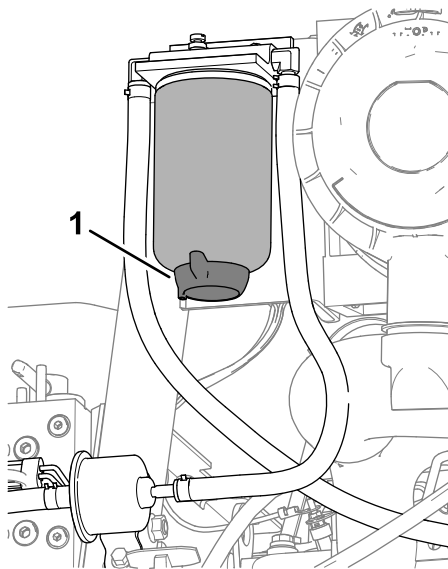

Figure 72
3. Placez un bac de vidange sous le filtre séparateur eau-carburant (Figure 72).